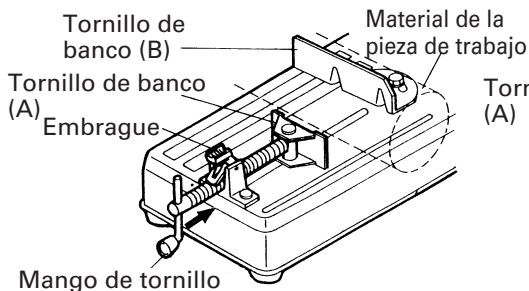
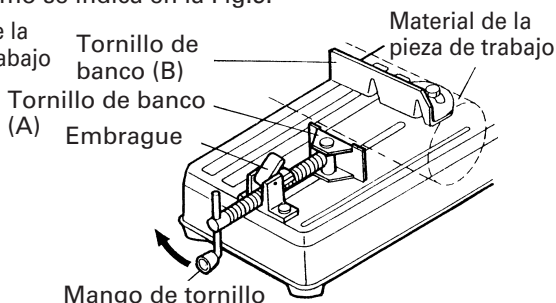

Fig. 4
Fig. 5
1. Procedimiento para fijar el material de corte (Figs. 4 y 5).
Coloque el material de la pieza de trabajo entre el tornillo de banco (A) y el tornillo de banco (B), levante el embrague y presione el mango de tornillo para que el tornillo de banco (A) haga un contacto ligero con el material de la pieza de trabajo, tal como se indica en la Fig.4. Luego, gire el embrague hacia abajo, y fije firmemente el material de la pieza de trabajo en su lugar girando el mango de tornillo. Al finalizar la tarea de corte, gire el mango de tornillo 2 ó 3 veces para aflojar el tornillo de banco, y retire el material de la pieza de trabajo, tal como se indica en la Fig.5.